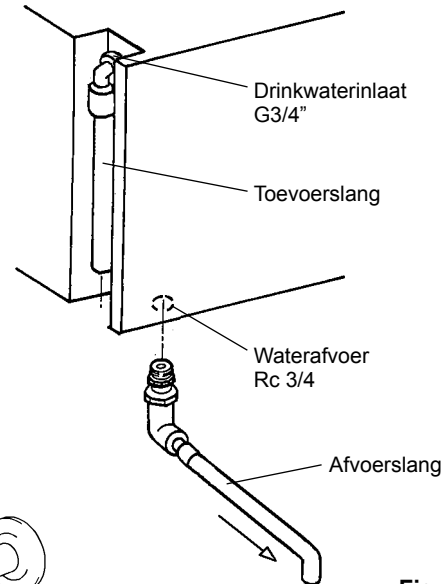

Fig. 4
- 1) Bevestig het gebogen uiteinde van de witte buigzame toevoerslang (accessoire) aan de G3/4 aansluiting op de achterkant van de ijsblokjesdispenser, zoals aangegeven (fig. 4). Zorg er daarbij voor dat de rubber afdichtingsring goed is aangebracht. Voorkom lekkage door de aansluiting handvast aan te draaien.
- 4) Draai de 3/4"-3/4" nippel en de elleboogpijp vast op de Rc 3/4" aansluiting aan de onderkant van de ijsmachine zoals aangegeven in fig. 4. Voor een lekvrije verbinding moet PTFE-tape en/of een geschikte afdichtingspasta worden gebruikt.